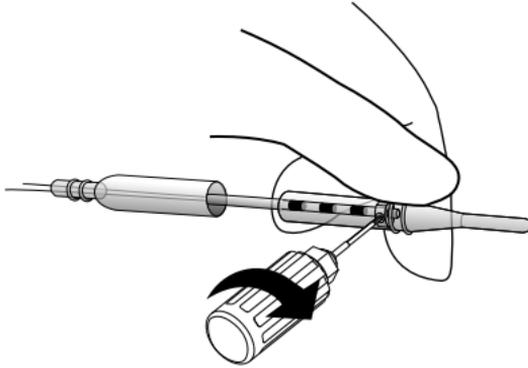

Figura 16. Aperte o parafuso de fixação
5. Aperte o parafuso de fixação na cavidade dos parafusos no contacto número 3 do elétrodo, rodando-o para a direita com a chave dinamométrica fornecida (Figura 16). Aperte o parafuso até ouvir múltiplos cliques.